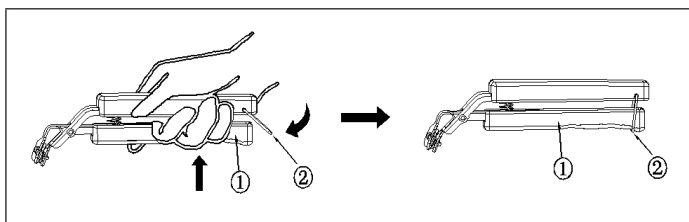

Fig. 4
- 5. Levante la parte inferior del mango (1) y deslice la cerradura hacia abajo en el sentido de las agujas del reloj (2). Asegúrese de que la manija esté bien cerrada para el almacenamiento (Fig. 4).